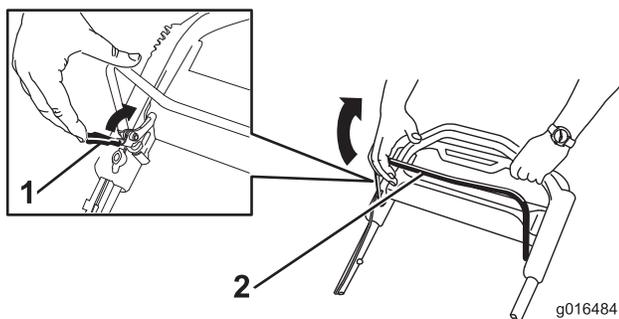

Figura 23
1. Tire hacia atrás del seguro de la barra de control de las cuchillas hasta que llegue a la barra de control de las cuchillas (Figura 23).
2. Tire hacia atrás **lentamente** Figura 23 de la barra de control de la cuchilla hasta que llegue al manillar (0).